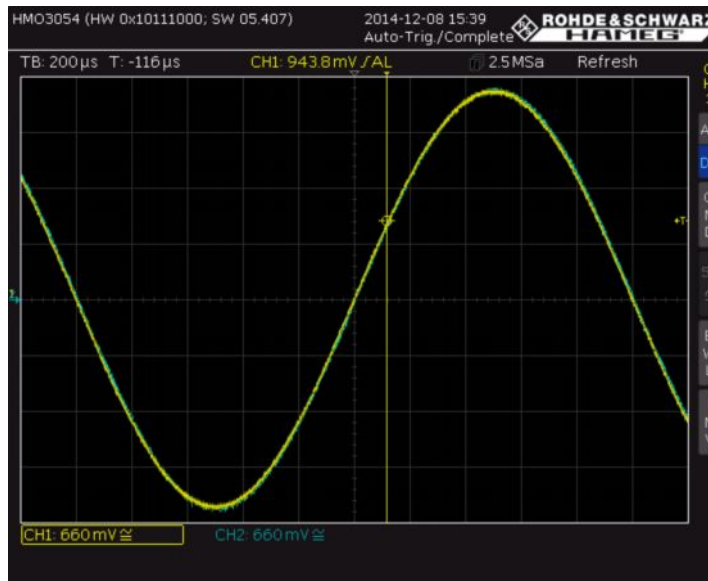

Рис. 2-38 – Наложенное изображение с каналов CH1 и CH2
- С помощью поворотной ручки *TIME/DIV* измените масштаб по оси X для отображения одного полного периода колебания сигнала. С помощью поворотной ручки горизонтального смещения сигналов сдвинуть сигналы до пересечения с нулевой отметкой (рис. 2-38).
- Как описано в разделе 1.1, конденсатор представляет собой бесконечно большое сопротивление на низких частотах, так что все напряжение приходит на конденсатор ($u_{in}=u_{out}$). Как и ожидалось, выходное напряжение не имеет фазового сдвига (рис. 2-38).